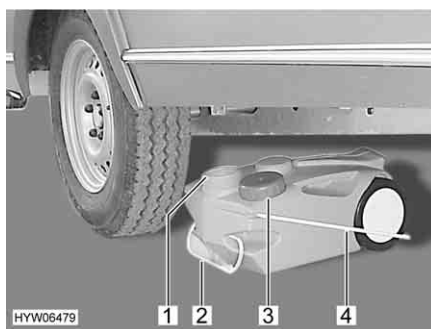

Fig. 129 Serbatoio delle acque grigie, mobile
- Chiudere l'apertura del serbatoio delle acque grigie (Fig. 129,1) con il coperchio (Fig. 129,3).
- Estrarre il serbatoio delle acque grigie tramite la maniglia (Fig. 129,2).
- Sollevare verso l'alto la maniglia da asporto (Fig. 129,4) e posizionare verticalmente il serbatoio delle acque grigie.